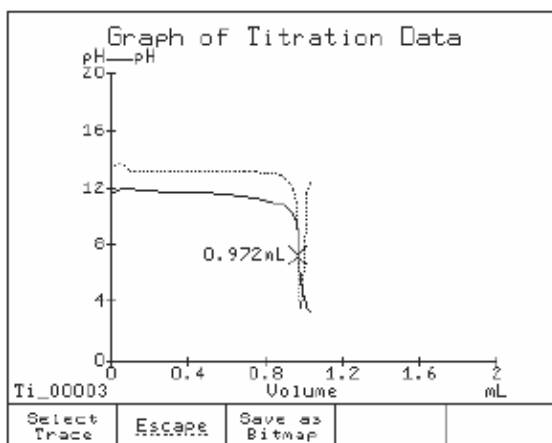

Figura 1
- Punto final de equivalencia (pH)* – La curva de pH y la derivada seleccionada son graficadas contra el Volumen Ver la (Figura 1)